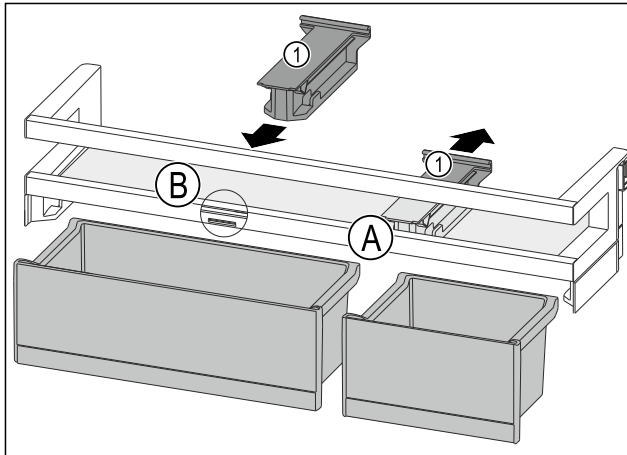

Fig. 81
- ▶ Halteteil Fig. 81 (1) in Position Fig. 81 (A) nach hinten abziehen.
- ▶ Halteteil Fig. 81 (1) in Position Fig. 81 (B) einsetzen.